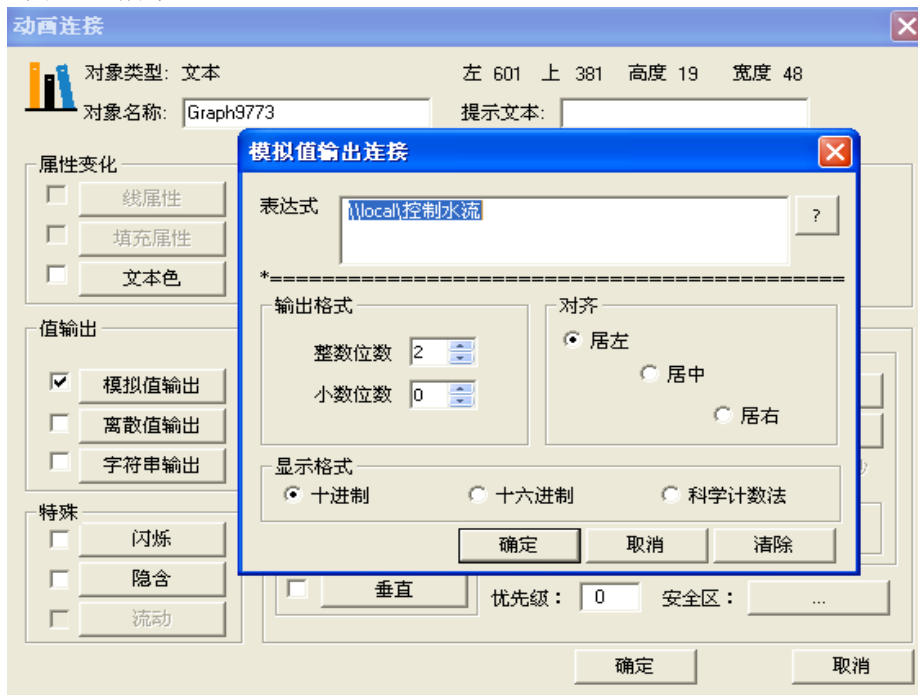

图 3-11
4、上述“表达式”中连接的\\local\控制水流变量是一个内存变量，在画面上放一文本，双击该文本在弹出的动画连接对话框中选择“模拟值输出”按钮，弹出模拟值输出连接对话框，点击“？”选择控制水流变量，如图 3-11 所示。